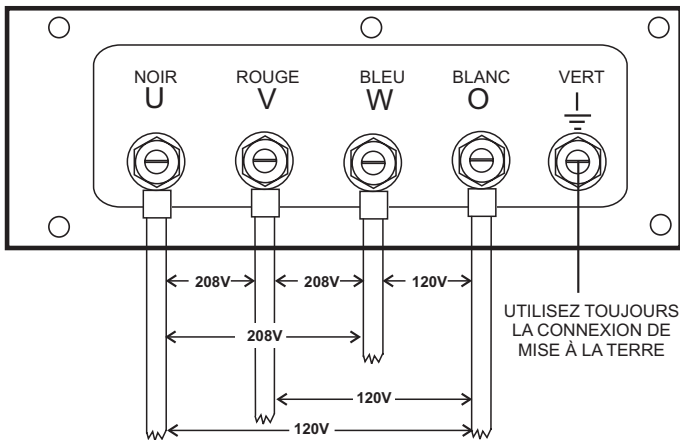

Figure 24. Attaches de la Borne de Sortie Connexions 3Ø-208/120V
2. Connectez les câbles de charge aux **attaches de la borne de sortie** comme l'illustre la Figure 24.